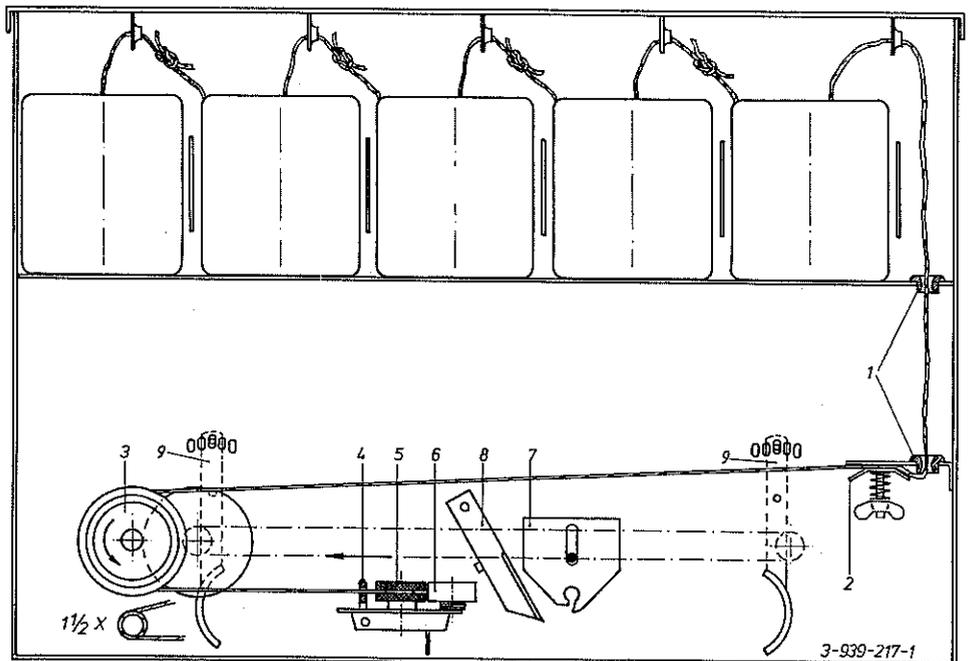

Abb. 13
1. Das Bindegarn wird nach Abb. 13 aufrecht in den Behälter gestellt und eingefädelt.
7. Bevor man anhält, Bedienungssseil des Starters ziehen, bis der rollende Ballen das hereinschießende Garn erfaßt und mitnimmt. Damit ist der Bindevorgang eingeleitet und läuft nun automatisch ab. Die Garnfangvorrichtung erfaßt das Garn und wickelt den Ballen von der Mitte beginnend nach links, dann über die gesamte Breite nach rechts und wieder bis zur Mitte. Hier wird das Garn von dem Messer 8 (s. Seite 11, Abb. 13) abgeschnitten. Danach steht der Bidegarnmechanismus für den nächsten Vorgang bereit.